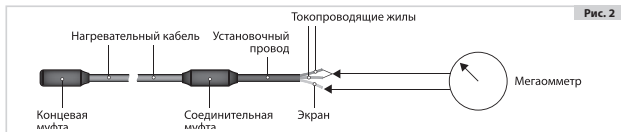

Рис. 2
4.7. До и после монтажа секции нагревательной необходимо проверить электрическое сопротивление нагревательных жил и сопротивление изоляции (рис.2), результаты занести в Протокол измерений – Приложение 1 настоящего Руководства по эксплуатации.